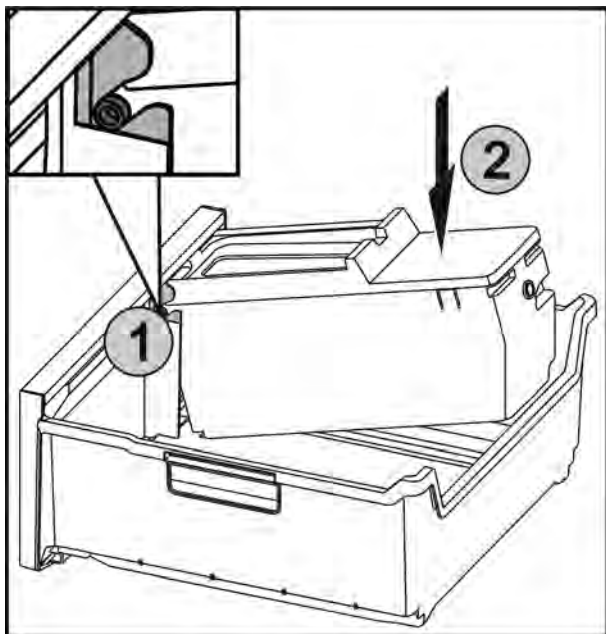

Fig. 42
- ▶ Вставить оси Fig. 42 (1) на EasyTwist-Ice в направляющие и вдавить заднюю сторону Fig. 42 (2) до фиксации накладки.